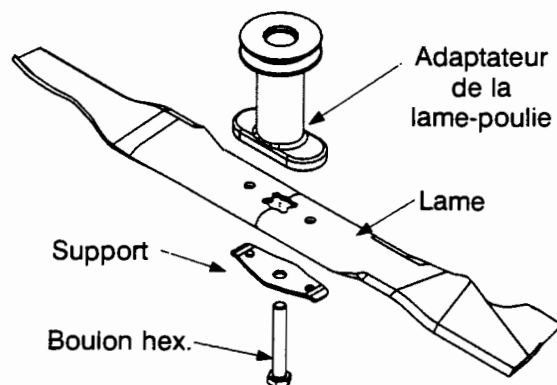

Figure 13
- Enlevez le boulon qui maintiennent la lame et l'adaptateur de la lame-poulie sur le vilebrequin. Dégagez l'ensemble de la poulie et le support de la lame du vilebrequin. Voir la Figure 13.